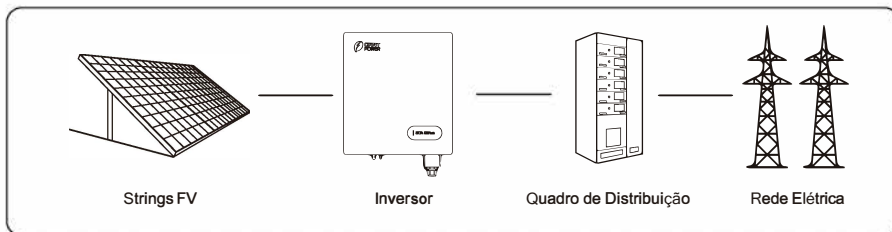

Figura 2.2 - Sistema de Energia Solar Fotovoltaica Conectado à Rede de Baixa Tensão.
A série destina-se a sistemas de energia solar fotovoltaica conectados à rede para estações de energia ao ar livre. Tipicamente, um sistema de energia solar fotovoltaica conectado à rede é composto por módulos fotovoltaicos, inversores conectados à rede, unidades de distribuição de corrente alternada (AC) e rede elétrica de baixa tensão, conforme ilustrado na Figura 2.2.